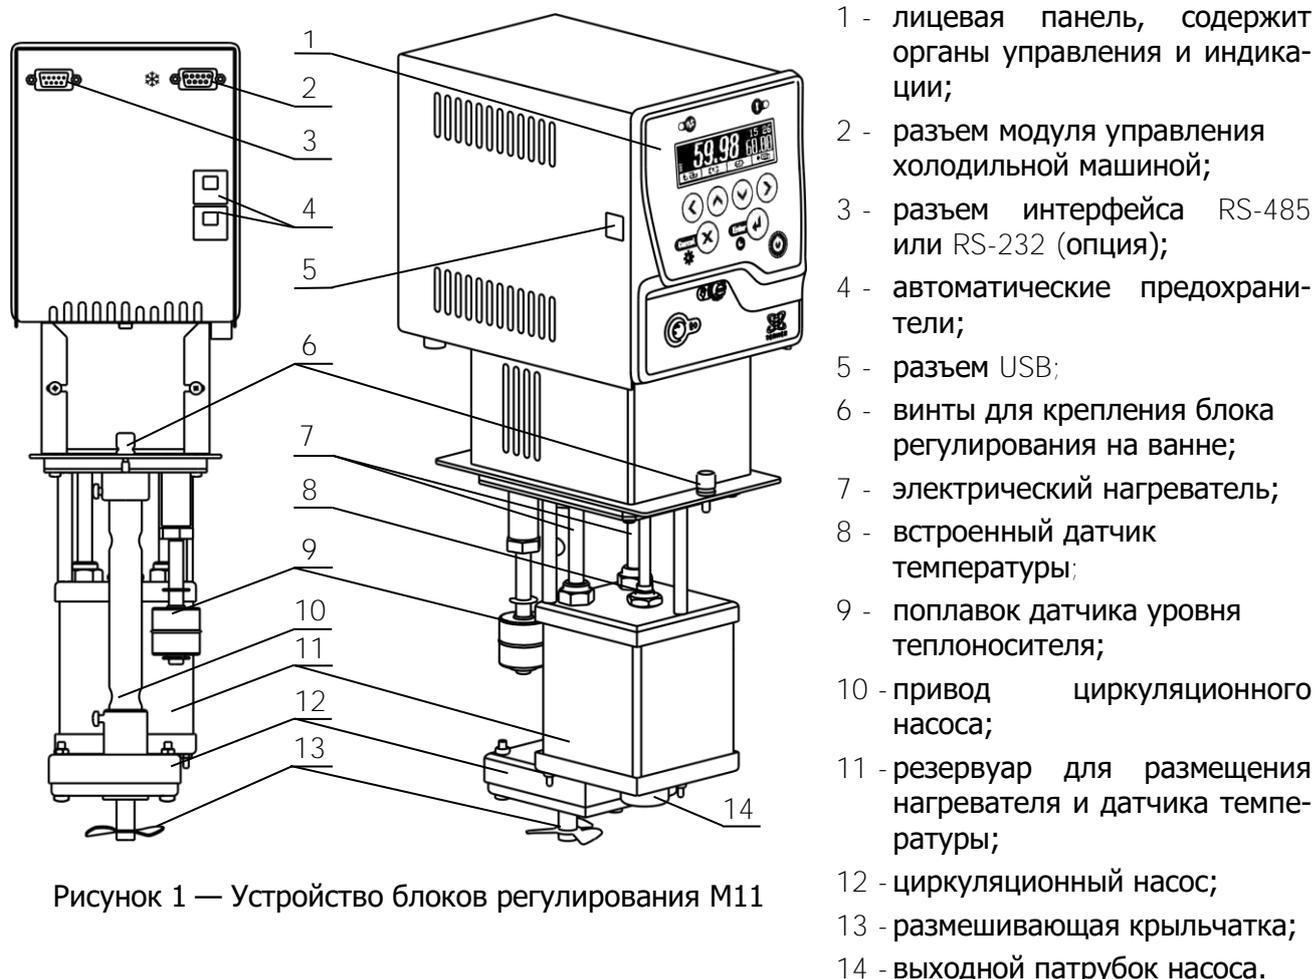

Рисунок 1 — Устройство блоков регулирования M11
1.4.2 Работа блоков регулирования заключается в поддержании заданной температуры потока теплоносителя, прокачиваемого насосом 12 через резервуар 11 (рисунок 1).